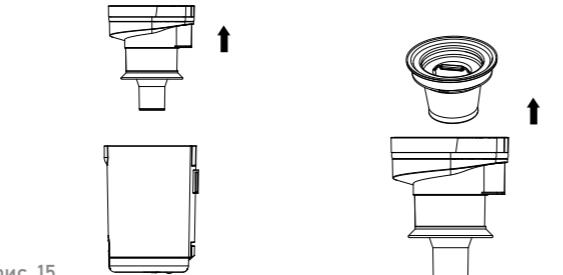

рис. 15
- Соберите части циклонного фильтра и установите на место в контейнер-пылесборник (рис. 15).